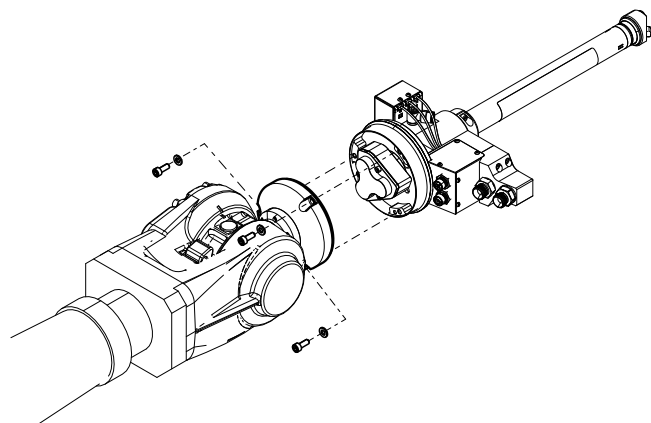

FIG. 8
5. Demontujte šrouby připevňující těleso otočného čepu (619) na držáku proti otáčení.
6. Odšroubujte tři šrouby, které upevňují pistoli 3D Switch k upevňovací přírubě robota. Viz FIG. 8.